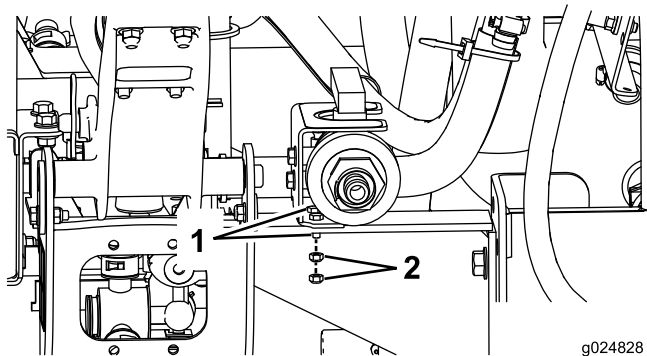

Bild 21
3. Befestigen Sie das Kugelventil und die Ventilbefestigungshalterung mit zwei Sechskantschrauben (6 mm) und zwei Bundmuttern (6 mm) an der Maschine (Bild 21).